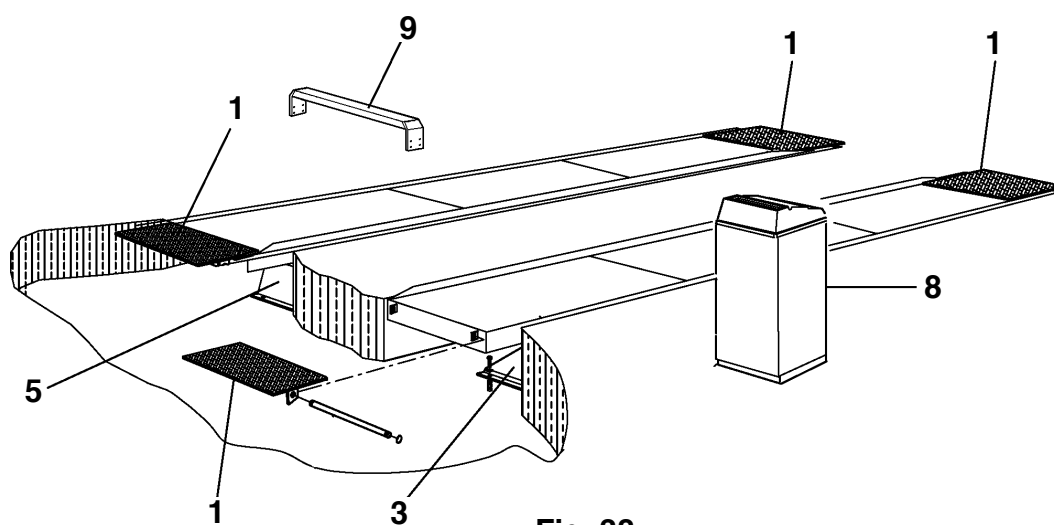

Fig. 38
Rif. Fig. 38 - Montare gli arresti (1).
Ref. Fig. 38 - Fit the stops (1).
Zu Abb. 38 - Die Abroll Sicherungen (1) montieren.
Réf. Fig. 38. Installer les arrêts (1).
Ref. Fig. 38 - Montar los frenos (1).